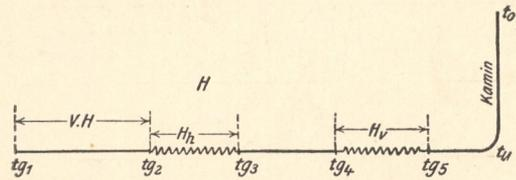

Fig. 182.
- tg_2 = Temperatur der Heizgase beim Eintritt in den Überhitzer siehe Fig. 182.
- tg_3 = Temperatur der Heizgase hinter dem Überhitzer siehe Fig. 182.